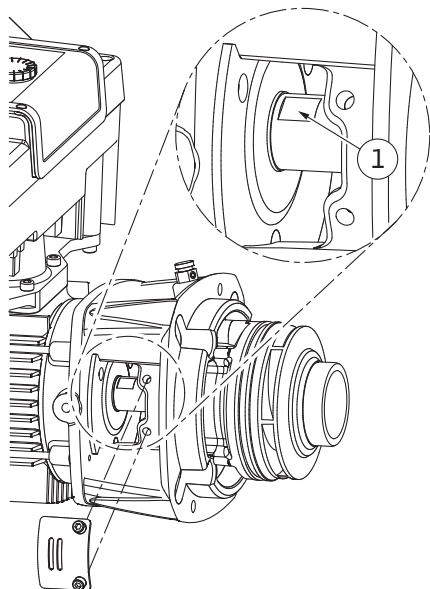

Fig. 100: Kulcsfelületek tengelyen
14. Vezessen egy kombinált csavarkulcsot (kulcsszélesség: 22 mm) a közdarabablakba, és a kulcsfelületeknél fogva rögzítse a tengelyt (Fig. 100, 1. poz.). Csavarja ki a járókerék anyát (Fig. I, 22. poz.). A járókerék (Fig. I, 21. poz.) lehúzása a tengelyről automatikusan megtörténik.
3. Vezessen egy kombinált csavarkulcsot (kulcsszélesség: 22 mm) a közdarabablakba, és a kulcsfelületeknél fogva rögzítse a tengelyt (Fig. 100, 1. poz.).